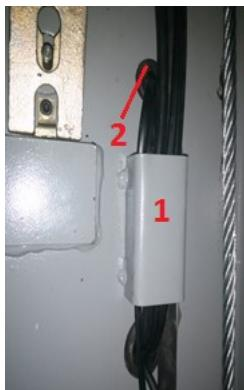

Abb.11a
4. Führen Sie jetzt alle ausgehenden Kabel des Steuergerätes durch das Loch in der Säule oberhalb der Einheit. Folgend führen Sie die Kabel durch den Schlitz (1, Abb.11a) nach oben durch. Das kürzeste Kabel führen Sie gemeinsam mit noch einem Kabel (dieses kommt von unten und soll auch mit auf die Magnetspule angeschlossen werden) durch das Loch des Magnetventils (2, Abb.11a)